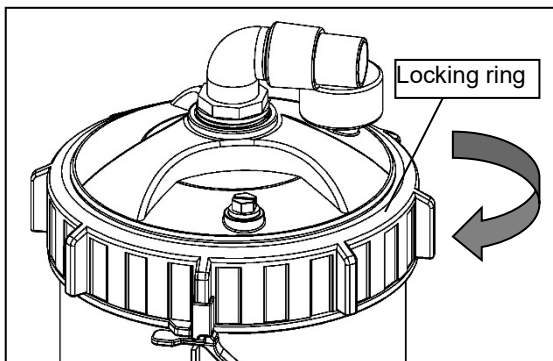

Bild 3 - Filtrets lock
När filtret sätts i vinterförvaring ska det placeras varmt, så att det inte får frostsador. Innan filtersystemet sätts i vinterförvaring ska det tömmas helt och hållet på vatten samt rengöras, även förfiltret (Basket) ska rengöras. Tvätta filterpatronen, låt torka och förvara den torrt och åtskild från det övriga systemet. Dra inte åt spännringen (Bild 3, locking ring) helt och hållet inför vinterförvaringen och placera reningssystemet garanterat frostfritt.
1. Se till att spänningen till filtrets lock (Bild 3 - Locking ring) är åtdragen (åtdragning för hand räcker).